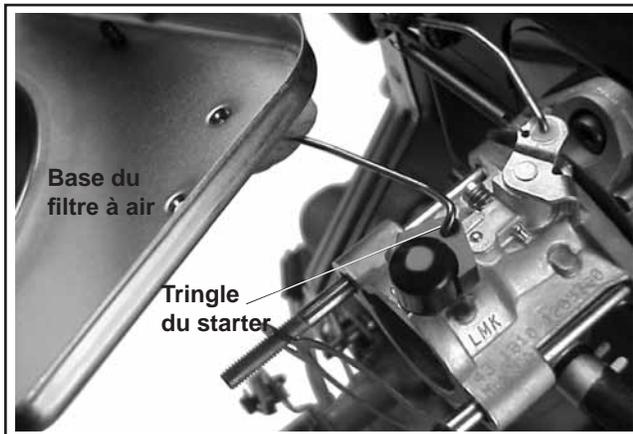

Figure 9-7. Dépose de la base du filtre à air.
4. Desserrer le serre-câble et déconnecter le tuyau du renflard du couvercle du culbuteur. Retirer la base du filtre à air des goujons et déconnecter la tringle de l'accélérateur du levier d'accélérateur du carburateur. Voir la figure 9-7.